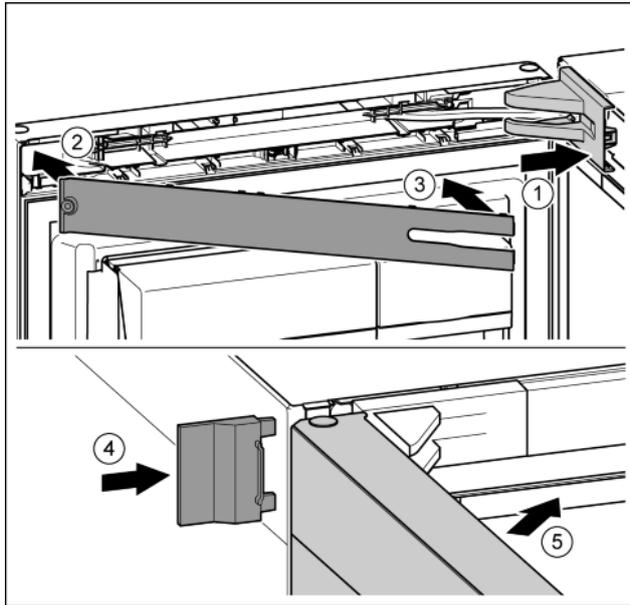

Fig. 21
- ▶ Lagerbockabdeckung aufsetzen und einrasten, ggf. vorsichtig auseinanderdrücken. Fig. 21 (1)
- ▶ Blende aufsetzen. Fig. 21 (2)
- ▶ Blende einschwenken und einrasten. Fig. 21 (3)
- ▶ Äußere Abdeckung aufschieben. Fig. 21 (4)
- ▶ Obere Tür schließen. Fig. 21 (5)